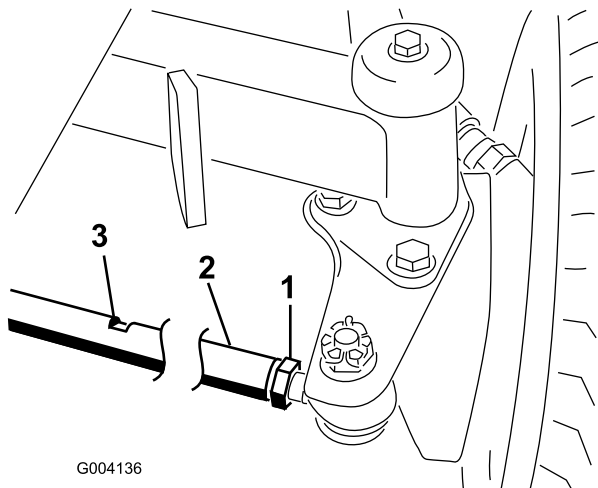

図 59
2. 各タイロッド 図 59 の端についているジャムナットをゆるめる。